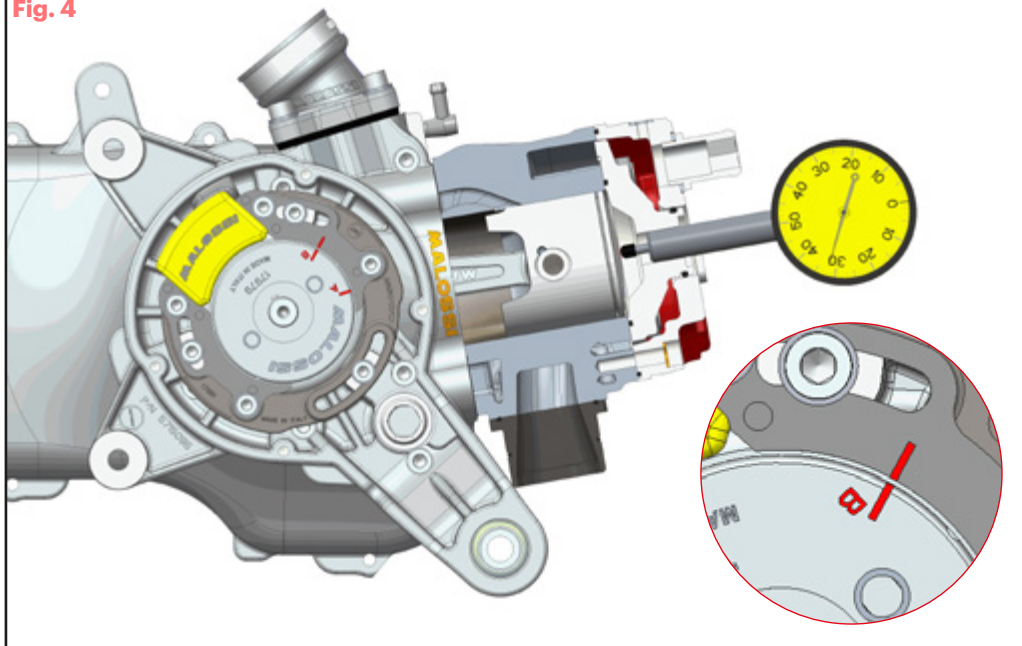

Fig. 5
- llevar el motor al punto muerto superior y usando un lápiz de punta fina o una punta para señalar, trazar sobre el rotor y el estator una línea **Fig. 5**